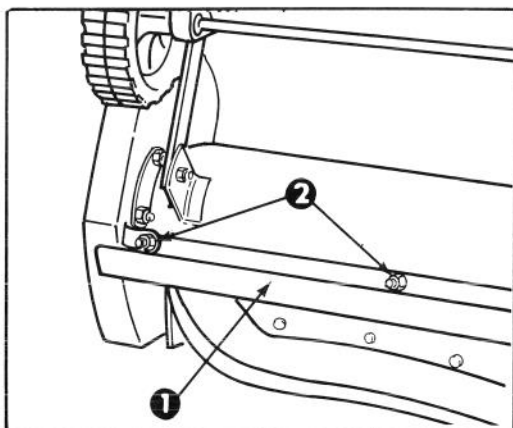

Fig. 12
3. Inclinate la macchina sul fianco. Togliete i controdadi e le viti che tengono la lama d'usura in posizione (Fig. 12). Togliete la lama d'usura facendola scivolare a destra e quindi in basso.